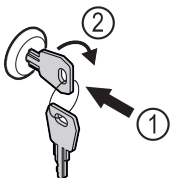

Fig. 156 Beispielhafte Darstellung
- Schlüssel hineindrücken Fig. 156 (1).
- Schlüssel um 90° im Uhrzeigersinn drehen Fig. 156 (2).